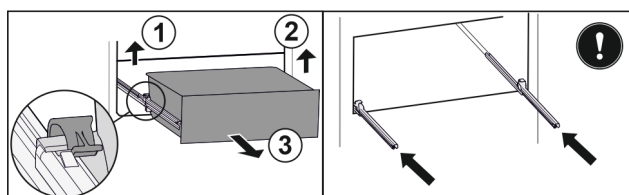

Fig. 208
- ▶ Paceliet kreiso spaili un vienlaikus pavelciet atvilktni kreisajā pusē uz priekšu. *Fig. 208 (1)*
- ▶ Paceliet labo spaili un vienlaikus pavelciet atvilktni labajā pusē uz priekšu. *Fig. 208 (2)*
- ▶ Izņemiet atvilktni virzienā uz priekšu. *Fig. 208 (3)*